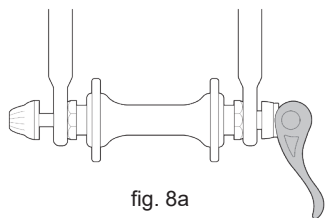
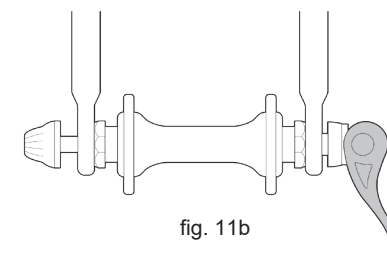

fig. 8a
fig. 11b
1. Se la bicicletta presenta un sistema di bloccaggio rapido della ruota anteriore, spostare la leva allontanandola dalla ruota (fig. 11b). Questa è la posizione APERTO. Se la bicicletta presenta un sistema di bloccaggio della ruota anteriore del tipo perno e bullone o a bullone, passare al punto successivo.
2. Con la forcella del manubrio in posizione frontale, inserire la ruota in mezzo ai bracci della forcella in maniera tale che l'asse sia collocata solidamente all'interno dei forcellini. La leva, se presente, deve trovarsi sul lato sinistro della bicicletta (fig. 8a). Se la bicicletta presenta un meccanismo secondario di bloccaggio di tipo clip-on, innestarlo.
3. Se è presente un meccanismo tradizionale a leva, tenendo la leva nella posizione APERTO con la mano destra (fig. 11b), stringere contro il forcellino il dado per regolare la tensione con la mano sinistra senza utilizzare attrezzi (fig. 8a). Se è presente un sistema con leva e stelo: il dado e lo stelo avranno effettuato lo scatto all'interno dei forcellini della forcella e non richiederanno ulteriori regolazioni.
4. Con un meccanismo a sgancio rapido, spostare la leva in posizione APERTO (fig. 11b). Con un sistema di bloccaggio del tipo perno e bullone o a bullone, allentare le viti utilizzando la chiave appropriata o tramite la leva integrata (fig. 12); quindi premere in avanti la ruota abbastanza da riuscire a rimuovere la catena dal pignone posteriore.
1. Con un sistema a sgancio rapido, spostare la leva nella posizione APERTO (fig. 11b). La leva deve trovarsi sul lato della ruota opposto al deragliatore e ai pignoni e alla ruota libera.